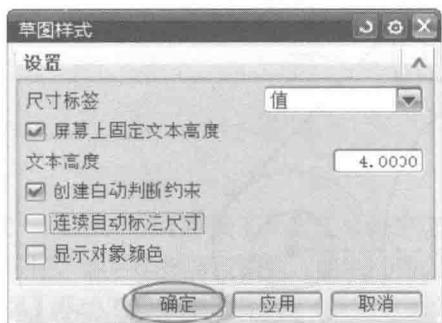
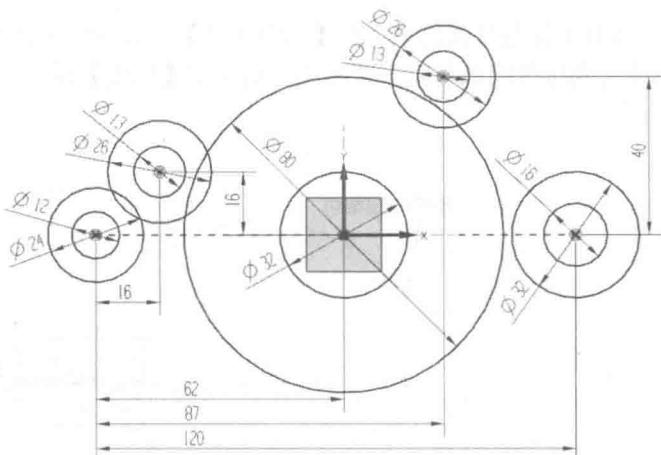

图 1-2-15 【草图样式】对话框
图 1-2-16 改变草图尺寸标签效果
(8) 改变尺寸标签。选择菜单中的【任务】(Task) | 【草图样式】(Sketch Style) 命令，系统出现【草图样式】对话框，在【尺寸标签】下拉列表栏中选择【值】，如图 1-2-15 所示，单击 确定 按钮，系统重新显示尺寸标签样式，手动适当调整尺寸位置后效果如图 1-2-16 所示。